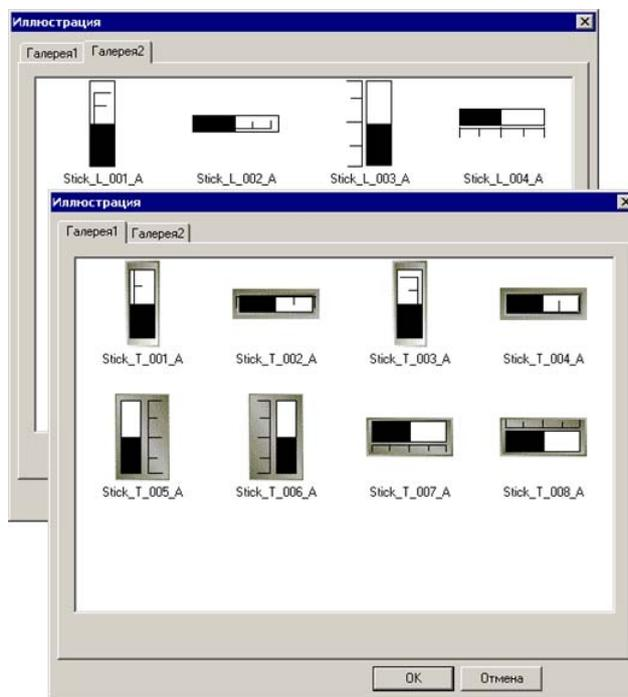

Рисунок 96
- По нажатию кнопки «Режим» открывается окно «Иллюстрация» (см. рис. 96), содержащее галерею изображений линейки (вертикально или горизонтально направленных), из которых можно выбрать требуемое.